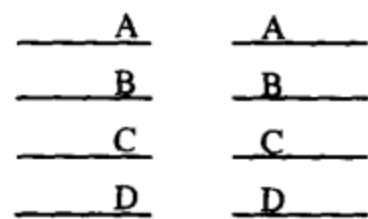

图 1-6 导线组的中断表示法
②去向相同的线组, 也可采用中断线表示, 并在图上中断处的两端分别加注适当的标记。如图 1-6 所示, 在中断处标注 A、B、C、D 符号以表示方向。